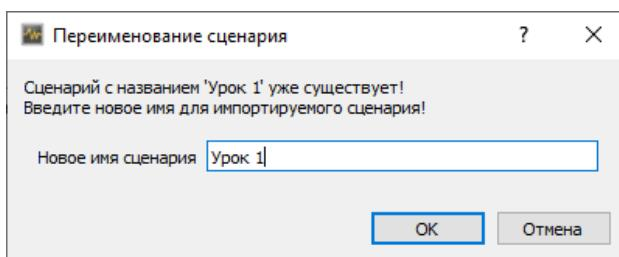

Рис. 3.4: Диалог переименования сценария
- При нажатии “*Нет*” будет создан новый сценарий с новым идентификатором, все остальные параметры которого будут загружены из файла. Также, если имя созданного сценария совпадает с одним из сценариев базы данных, то будет отображен диалог для задания нового имени для импортируемого сценария (рисунок 3.4). После введения уникального имени, новый сценарий будет внесен в базу данных.
- “*Клонировать сценарий*”. По данному действию создается новый сценарий с конфигурацией, соответствующей конфигурации выбранного сценария, за исключением идентификатора эксперимента (будет сгенерирован новый). Также так как имя сценария должно быть уникально будет выведен диалог изменения имени созданного сценария (рисунок 3.4).